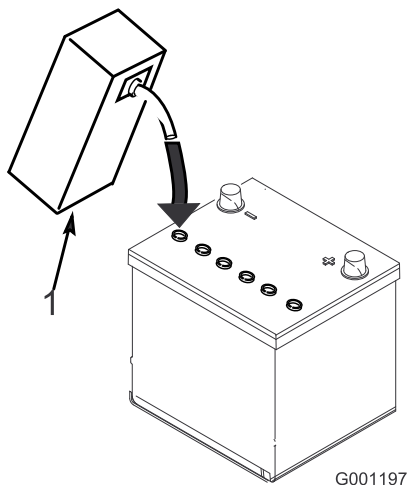

Bild 5
5. Füllen Sie vorsichtig Elektrolyt in jede Zelle ein, bis die Platten mit ungefähr 6 mm Flüssigkeit bedeckt sind (Bild 5).